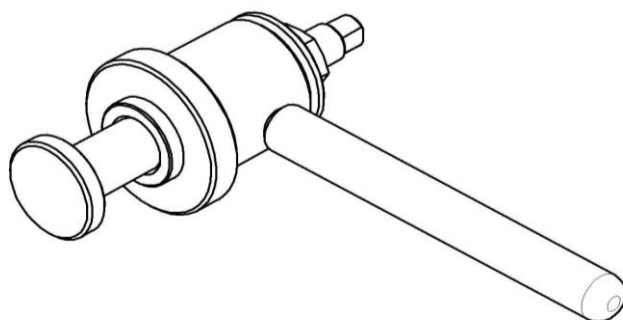

Рис. 9. Приспособление для запрессовки манжет(11000001333).
- используя приспособление для запрессовки манжет (рис. 9) установить манжету 1;